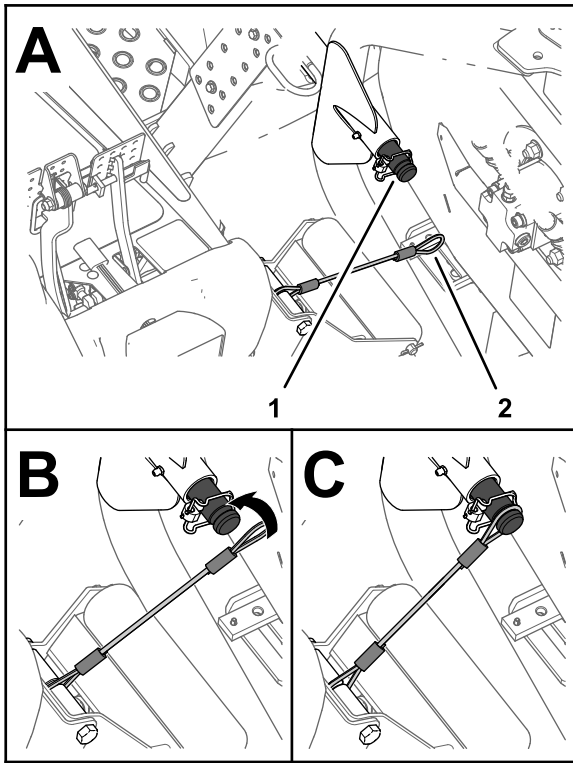

Figure 33
5. Placez le cordon devant l'arbre porteur du bras de levage de l'unité de coupe extérieure avant (Figure 33).
6. Enfilez la boucle du cordon sur l'arbre porteur et engagez-le complètement dans la gorge de l'arbre (Figure 33).